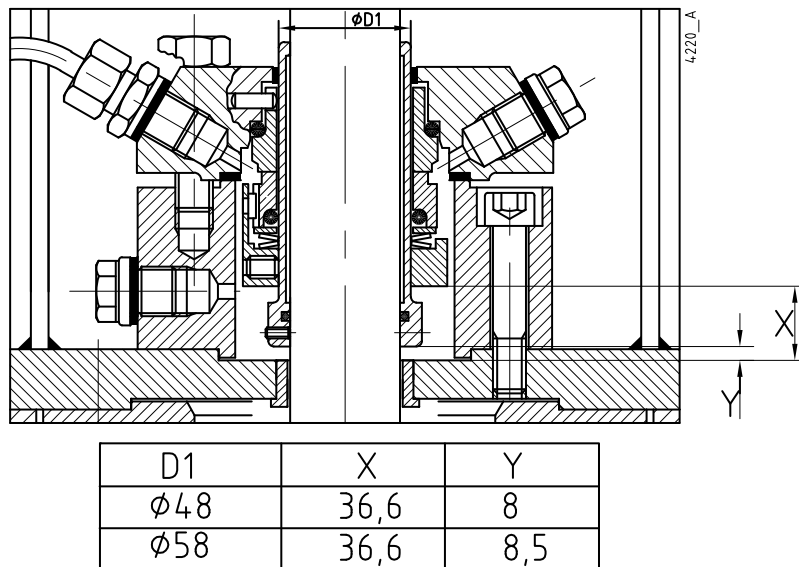

Figure 13: Montage du groupe de garnitures M2.
- 2 Introduisez le joint torique (2320) dans la chemise d'arbre (2310) et montez cette dernière avec l'épaulement côté inférieur. La distance entre la chemise d'arbre et la bride d'appui (2000) doit être ajustée à la mesure Y, voir figure 13. Fixez ensuite la chemise d'arbre avec les vis de réglage (2330).
- 4 Fixez la bague rotative de la garniture mécanique à la bonne dimension X sur la chemise d'arbre, voir figure 13. Fixez ensuite la partie rotative de la garniture mécanique à l'aide de la vis de réglage.